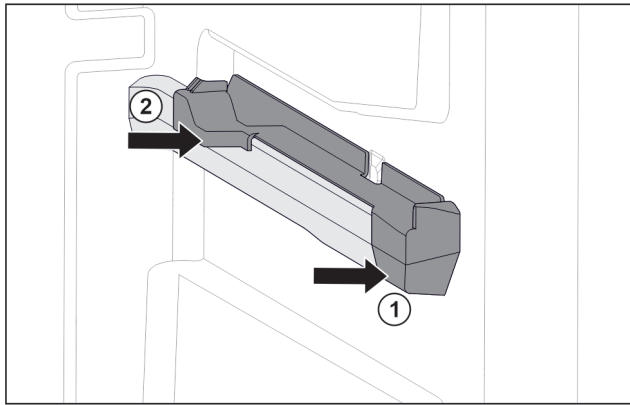

Fig. 94 Påsætningsdel på den højre beholderrist
- ▶ Sæt den forreste del af påsætningsdelen på beholderristen. Fig. 94 (1)
- ▶ Tryk den bageste del af påsætningsdelen på. Fig. 94 (2)